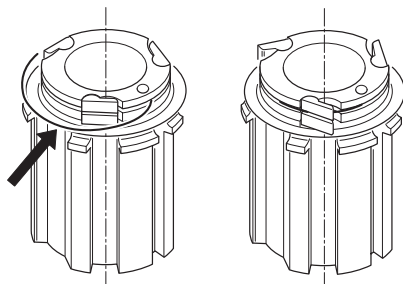

Fig. 15
- Una volta installata la molla i cricchetti si alzeranno (Fig. 15).
- Once the spring is installed, the pawls will be raised (Fig. 15).
- Sobald die Feder eingeführt ist heben sich die Klinken (Abb. 15).
- Une fois le ressort installé, les cliquets se soulèvent (Fig. 15).
- Una vez que se haya instalado el muelle, las carracas se alzarán (Fig. 15).
- Als de veer is gemonteerd, zullen de pallen omhoog komen (Fig. 15).